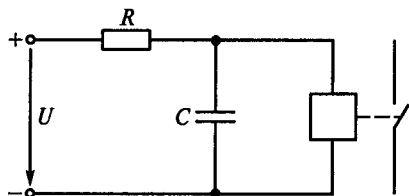

Рис. 271
**12.15.** На рис. 271 приведена схема простейшего реле времени. Как изменится время срабатывания этого реле, если сопротивление  $R$  увеличить?